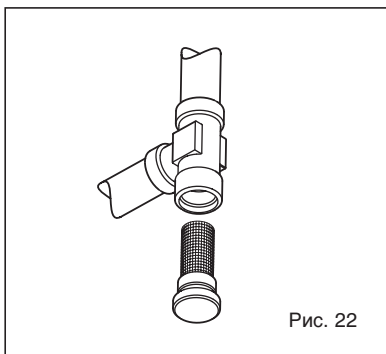

Рис. 22
4.5.2 Очистка «Система защитного фильтра воды» (рис. 22)
4.5.3 Функция сушки стяжки (рис. 22/a)